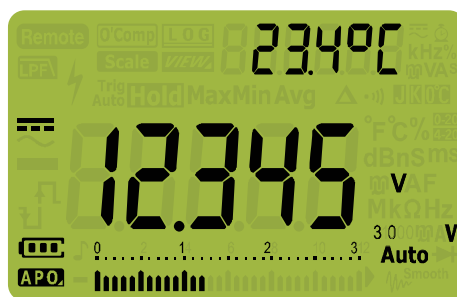

図 2-5 DC 電圧表示
- 1 マルチメータで DC 電圧を測定するには、ロータリ・スイッチを $\overline{\sim}$ / $\overline{\sim}$ または $\overline{\sim}$ / $\overline{\sim}$ に合わせ、図 2-5 に示すようにマルチメータをセットアップします。